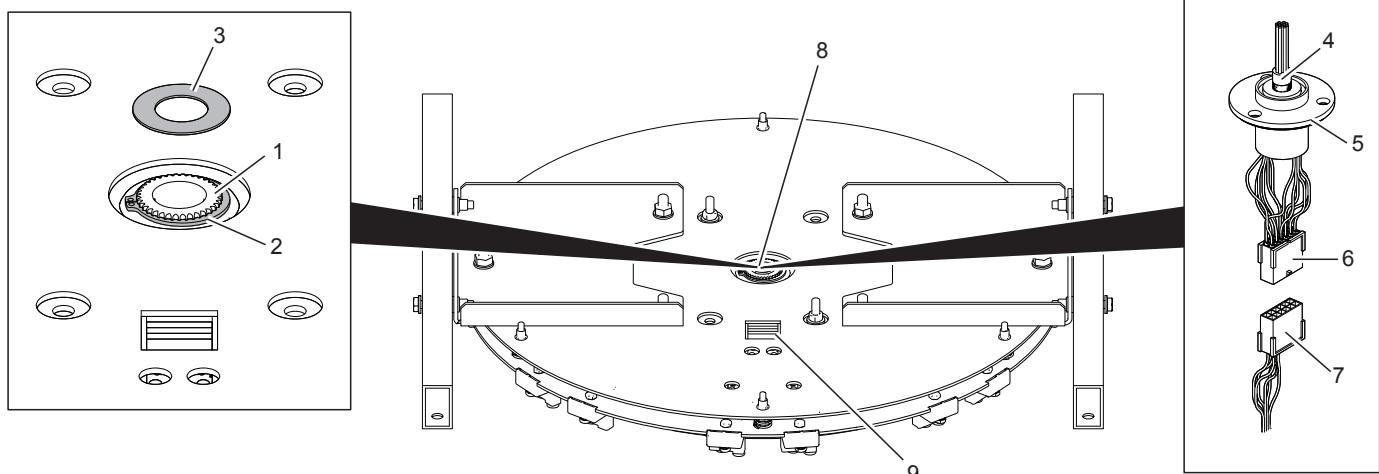
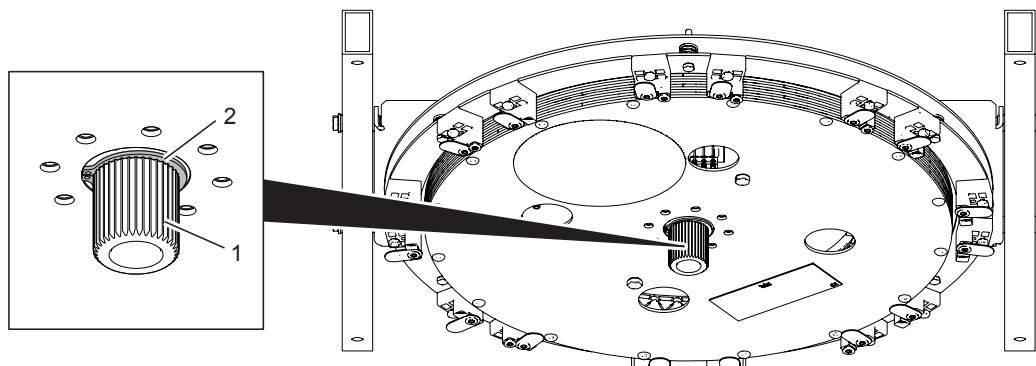

Рис. 50 Привод (вид сверху)
Рис. 51 Привод (вид снизу)
6. Вставить зубчатый вал в центр привода (рис. 50/8) и зафиксировать его 2 пружинными кольцами во избежание падения (рис. 50/2) и (рис. 51/2). Смазать нижние зубья зубчатого вала при их вставке (рис. 51/1).
7. Очистить верхнюю часть вставленного зубчатого вала (рис. 50/1) с помощью ткани и обезжикивателя.
8. Снять пленку с клейкой стороны «липучки» в форме кольца (рис. 50/3) и прикрепить ее к зубчатому валу.
10. Провести кабель токоприемника вниз в сторону привода (со стороны двигателя и датчика на эффекте Холла, рис. 51/9) и подключить кабель к регулятору после установки двигателя.
11. Подключить кабели двигателя и датчика на эффекте Холла к приводу (рис. 50/9).